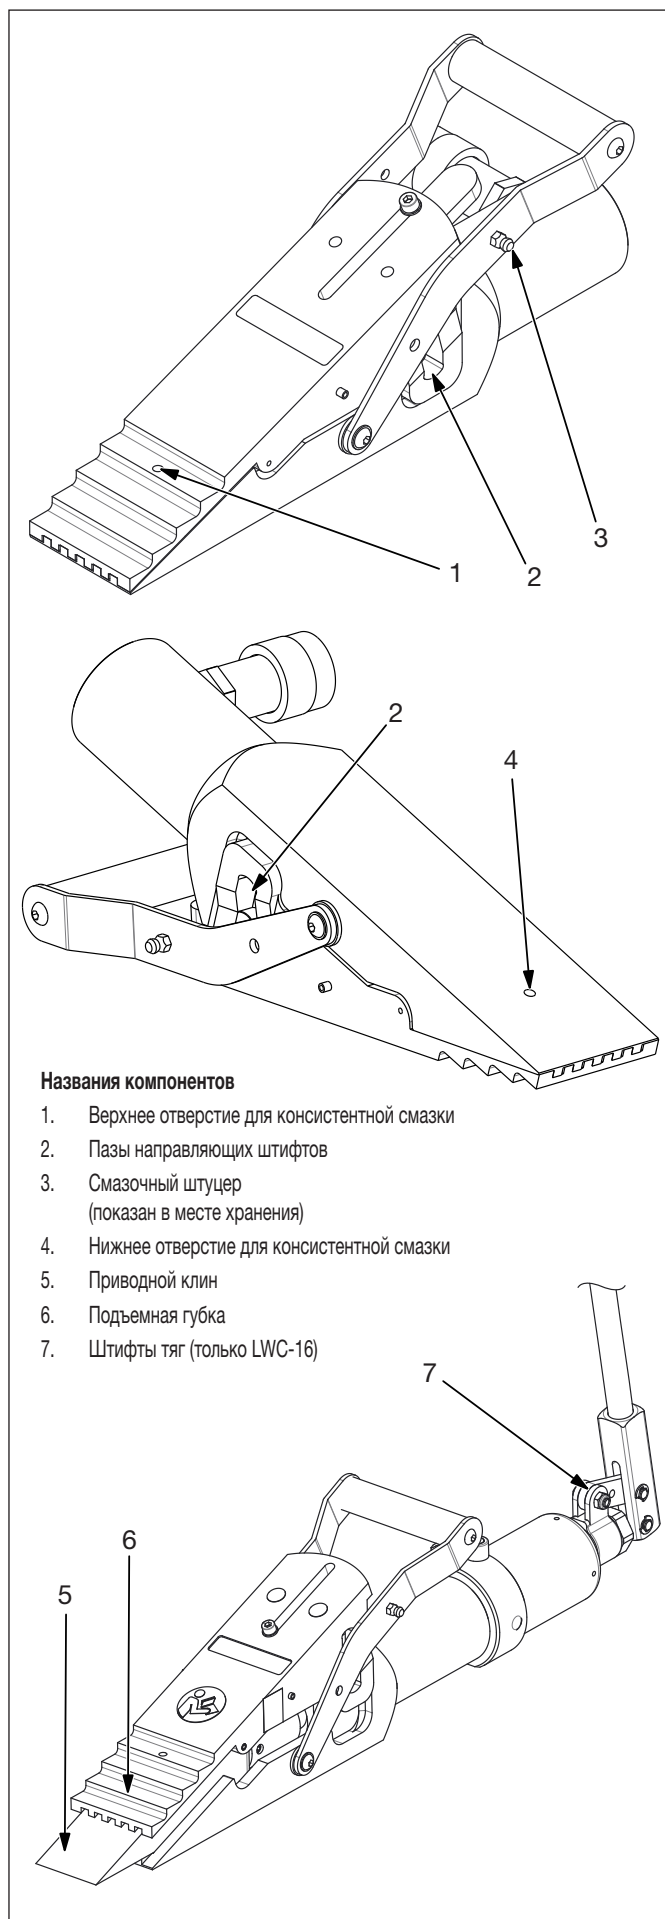

Рисунок 7 – Смазка, модели LW-16 и LWC-16
Для смазки подъемного клина выполните следующую процедуру. См. рисунок 7, поз. 1, 3, 4, 5 и 6.
1. Удалите все отложения или загрязнения из пазов направляющих штифтов. См. рисунок 7, позиция 2.
Периодически наносите смазку на штифты тяг, чтобы они всегда были смазаны. См. рисунок 7, позиция 7.